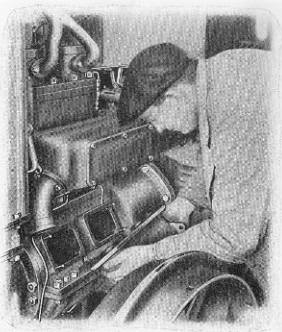

Fig. 49.
Luftventilhuset (53) är fastskruvat på vevhusets vänstra sida och kan bekvämt borttagas för inspektion. Se fig. 49.